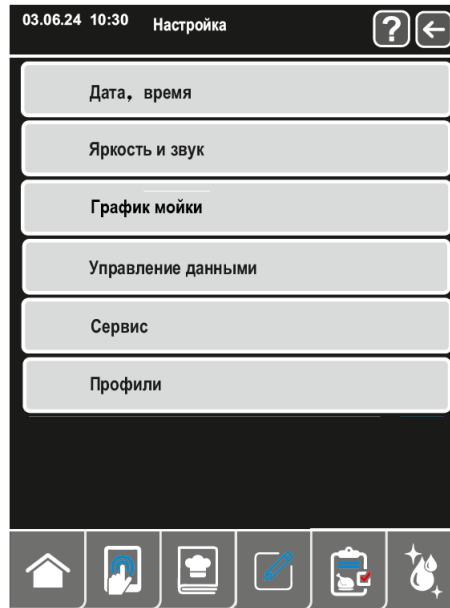

Рис.15. Окно «НАСТРОЙКИ».
5.6.1 На «ГЛАВНОМ ОКНЕ» (см. рис. 7) нажать «НАСТРОЙКИ»  отобразится окно «НАСТРОЙКИ» (см. рис. 15).